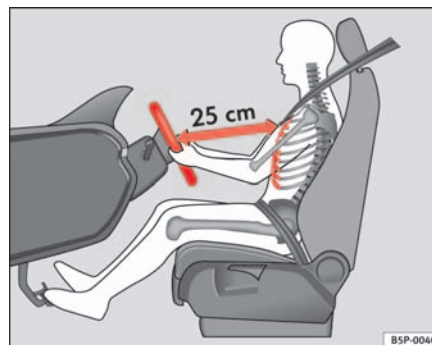

Abb. 90 Die richtige Sitzposition des Fahrers
- Stellen Sie das Lenkrad so ein, bis die gewünschte Einstellung erreicht ist \Rightarrow Abb. 90.
- Stellen Sie den Fahrersitz oder das Lenkrad so ein, dass der Abstand zwischen Lenkrad und Brustbein mindestens 25 cm beträgt ⇒ Seite 131, Abb. 90. Wenn Sie den Mindestabstand nicht einhalten, kann Sie das Airbag-System nicht schützen – Lebensgefahr!